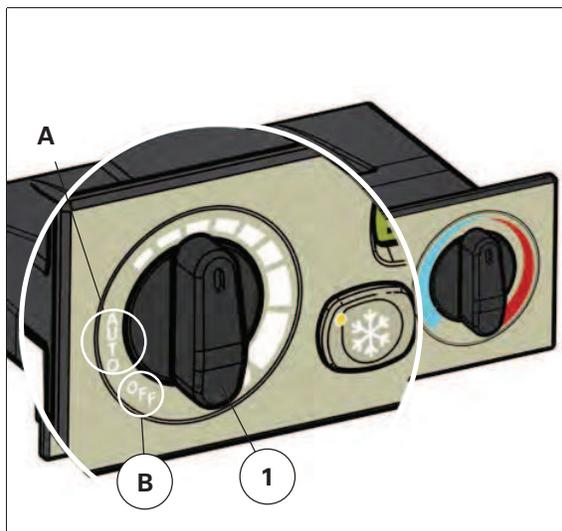

Fig. 31.
**NOTA:** Cuando la temperatura exterior sea muy elevada, se aconseja trabajar con el sistema en modo de recirculación, con el botón (1) en la posición automática fig. 31.